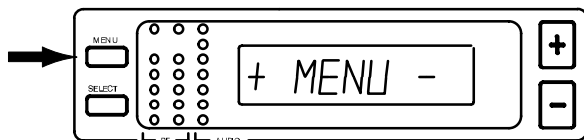

FIGURA 25
1. Oprima el botón de MENU. La indicación “+ MENU -” aparece en la pantalla, como se muestra en la Figura 25.